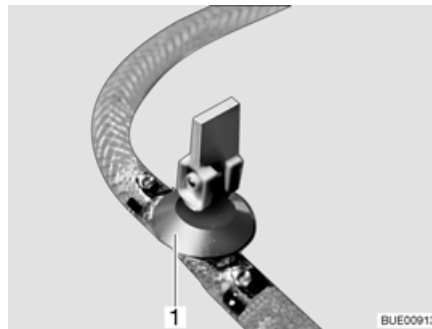

Fig. 163 Rubinetto di scarico
- Chiudere il rubinetto/i rubinetti di scarico. A questo scopo posizionare orizzontalmente la leva a bilanciere (Fig. 163,1).
- Aprire il rubinetto/i rubinetti di scarico (Fig. 163). A questo scopo posizionare verticalmente la leva a bilanciere (Fig. 163,1). Il boiler viene svuotato verso l'esterno.